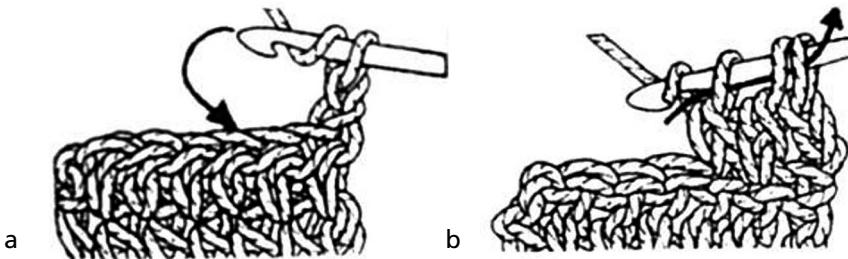

Fig. 4.30 Formas de disminuir espacios
- La manera más sencilla de disminuir un punto consiste en saltar un punto de base. Para disminuir dos puntos saltar dos de base y así en dependencia de lo que queramos hacer (fig. 4.30 a).
- Otra forma es cerrar dos puntos juntos como si fueran uno solo. Esto se puede realizar en todos los puntos básicos de croché. Para conseguirlo debemos tejer un punto en el primero de la hilera anterior, sin cerrar. Luego, introducir la agujeta en el siguiente punto y tejer otro punto sin cerrar. Finalmente cerrar los dos puntos juntos (fig. 4.30 b).